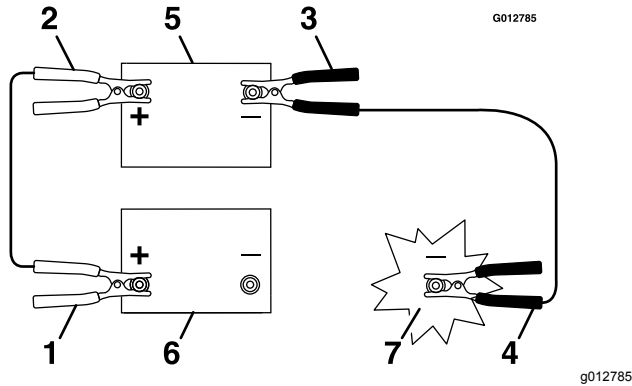

Bild 49
- Schließen Sie das Pluskabel (+) an den Pluspol (+) der entladenen Batterie an, der am Anlasser oder an der Stromspule angeschlossen ist, wie in Bild 49 dargestellt.